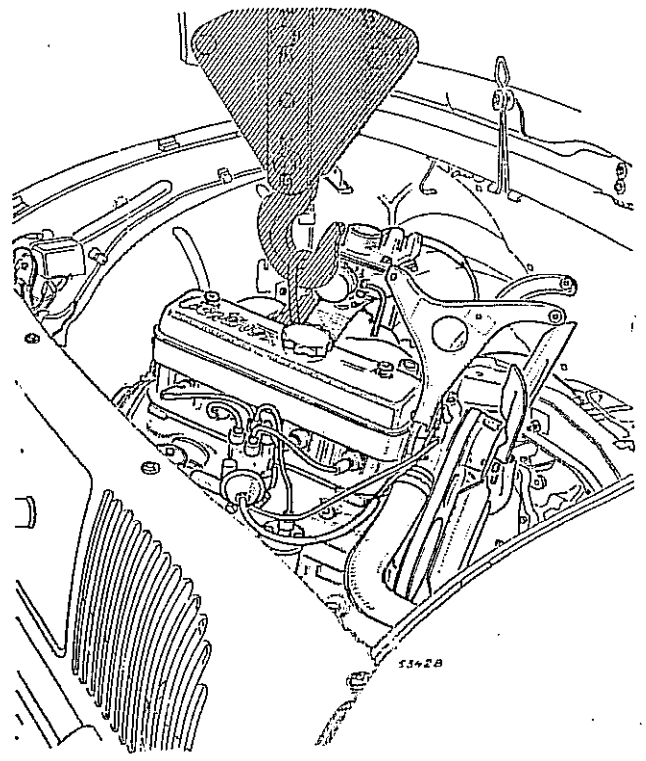

Fig. 40
- 5) Retirar el motor hacia atrás y darle un giro de 90° aproximadamente en el sentido de las agujas del reloj (Fig. 40).